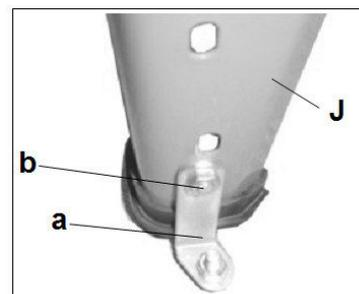

Рис. 5
его необходимо надежно закрепить с помощью металлических уголков, входящих в комплект. Металлические уголки (a) крепятся к ножкам (J) с помощью болтов (B), как показано на Рис. 5